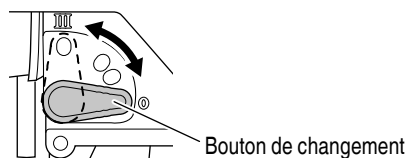

Fig. 10
- (1) La sice sauteuse utilise un fonctionnement orbital qui déplace la lame tout aussi bien d'avant en arrière que de haut en bas. Régler le bouton de changement montré à la Fig. 10 sur "0" pour minimiser le fonctionnement orbital (la lame ne se déplace que de haut en bas). Le fonctionnement orbital peut être sélectionné en quatre étapes de "0" à "III".